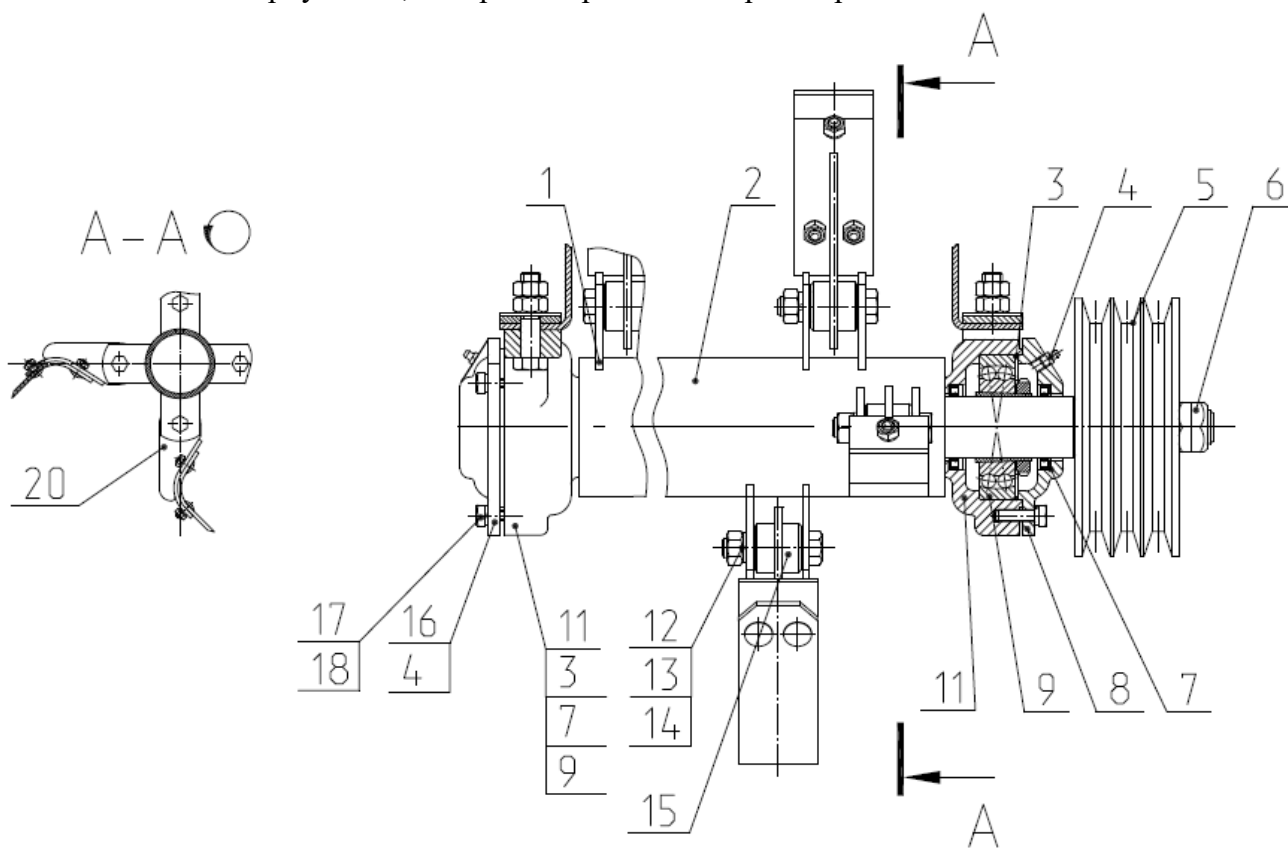

Рис.3 Ротор КИР 03.000
2.5. Ротор косилки (рис.3) является основным рабочим органом машины, от качества сборки и правильной эксплуатации которого зависит работа косилки.